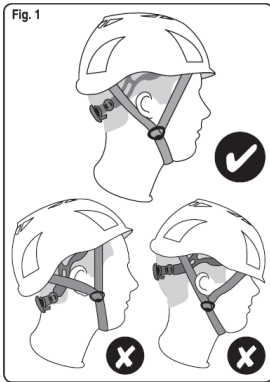

Fig. 2
2. Colóquese el casco en la cabeza y ajuste la circunferencia de la cabeza con la ruedecilla de ajuste (en el sentido de las agujas del reloj para apretar, en el sentido contrario para aflojar) hasta que obtenga el ajuste deseado (fig. 2).